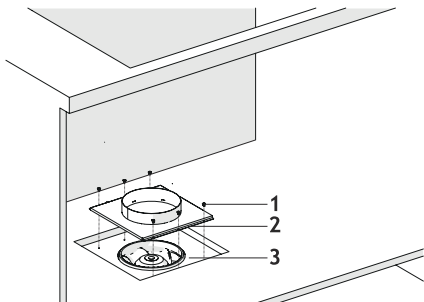

Fig. 21
8. ➡ ■ Skruva fast utsugsplåten med de medföljande 6 skruvarna (Fig. 21).